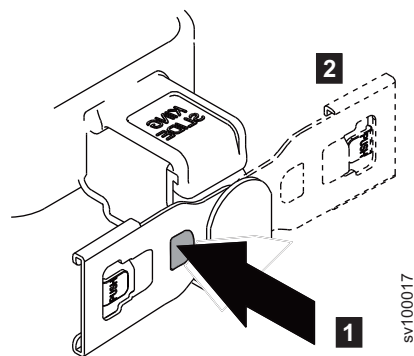

Figura 23. Invertendo a orientação do conjunto
- a. Pressione o botão marcado como **EMPURRAR** em Figura 23 na página 38.